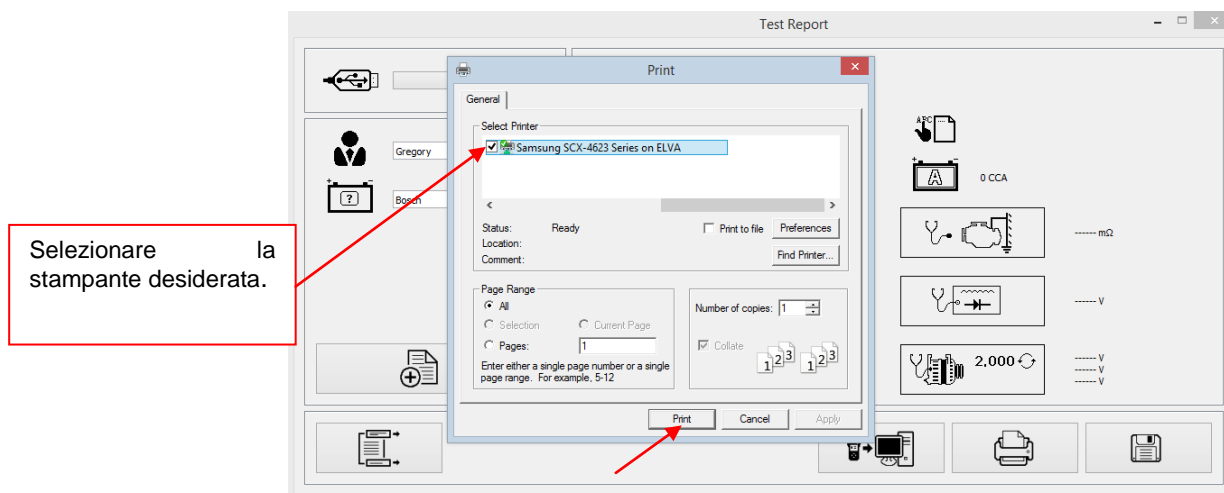

Fig. 70
1. Una volta attivato, l'analizzatore mostrerà la schermata di benvenuto succeduta dalla schermata del menù principale: (Fig.69 e Fig.70)